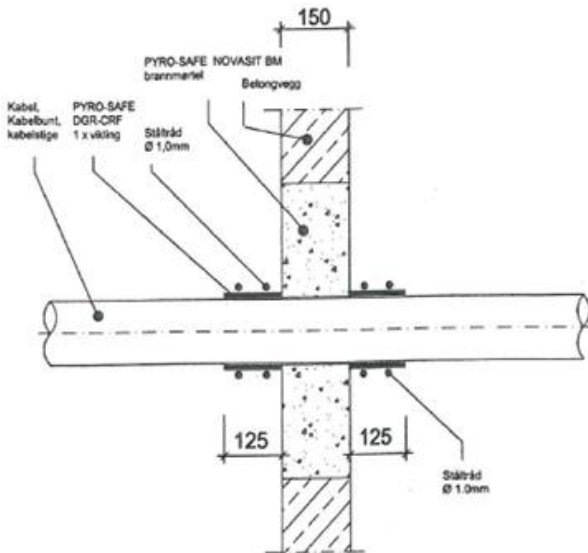

Fig. 2
Gjennomføringene tilleggsisoleres med 125 mm bredt bånd PYRO-SAFE DG-CRF på hver side, se Fig.2 og 3. Det installeres med overlapp og festes med $2 \times 1,0$ mm galvanisert ståltråd. Avstand mellom kabler skal være minimum 3 mm.
- Gjennomføringen tilleggisoleres med 125 mm bredt bånd PYRO-SAFE DG-CRF på hver side av gjennomføringen (se Fig. 2 og 3). Det installeres med overlapp og festes med $2 \times \varnothing 1,0 \text{ mm}$ galvanisert ståltråd.